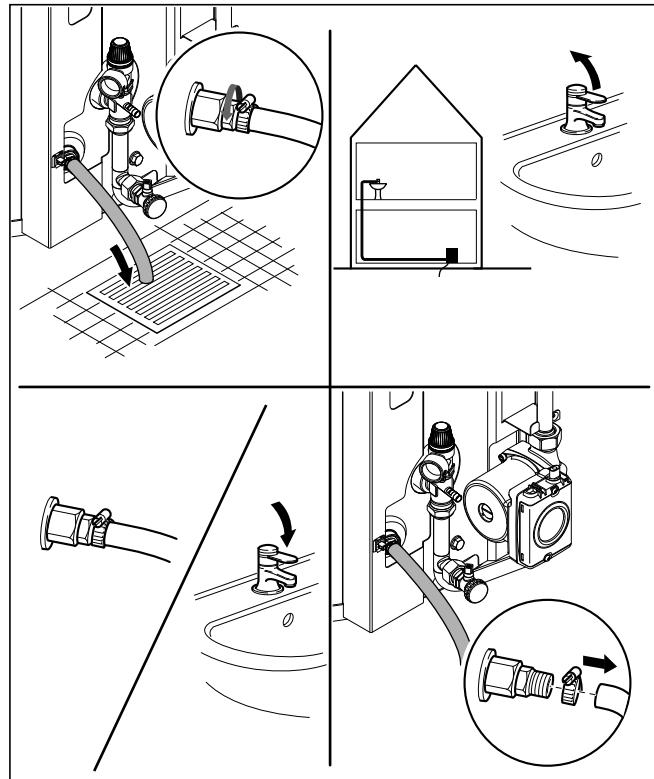

Fig. 4.8 Vidange du ballon
- Fixez un tuyau approprié à la soupape de vidange du ballon (voir figure 4.8).